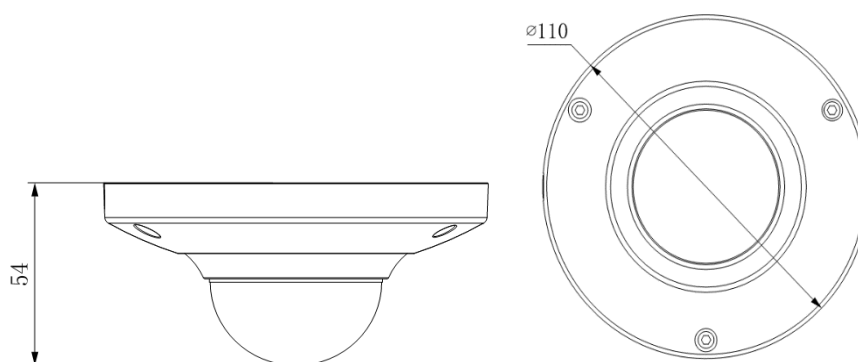

Рисунок 2
4.2 Выберите место крепления камеры с учетом габаритных размеров (рис.2) и удобства работы с монтажным инструментом.